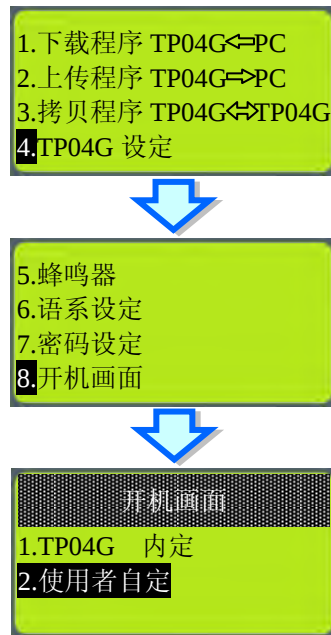

图 6-13 设置为使用者自定页面
- 步骤 6. 最后 TP04G 硬件必须设置开机画面为使用者自定 选择 TP04G 系统主选项中 **4.TP04G 设定** > **8.开机画面** > **2.使用者自定** 便完成开机画面的设置，如图 6-13。